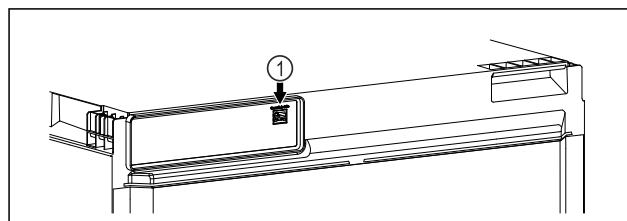

Fig. 17
- ❑ SmartModule Fig. 17 (1) è inserito.